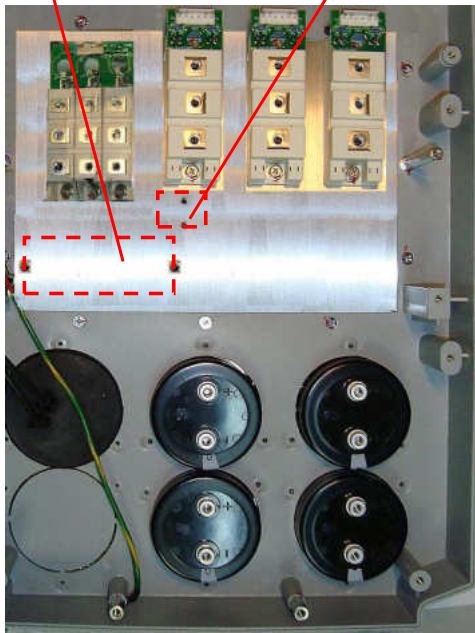

Рис. 7.12
7.7.2. Протереть радиатор в месте установки модуля салфеткой, смоченной СБС (рис. 7.12).
7.8.2. Протереть радиатор в месте установки датчика салфеткой, смоченной СБС (рис. 7.12).